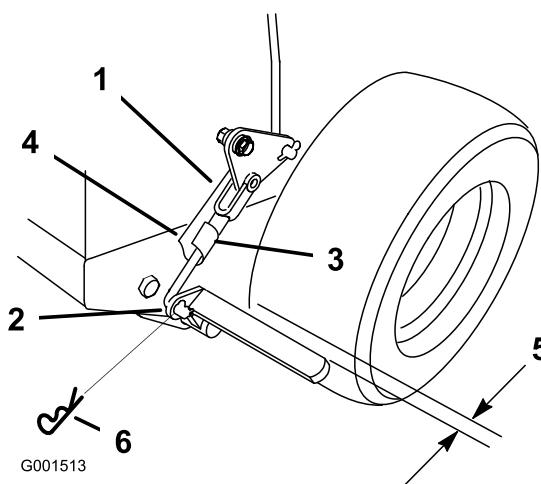

Bild 41
3. Entfernen Sie den Splint aus dem Bremsenunterlenker (Bild 41).
4. Drehen Sie den Bremsunterlenkerbügel im Uhrzeigersinn in den Bügel, um die Feststellbremse anzuziehen; drehen Sie den Bremsgestängebügel nach links aus dem Bügel heraus, um die Feststellbremse zu lösen (Bild 41).
5. Befestigen Sie den Unterlenker mit dem Splint und dem Lastösenbolzen am unteren Bremshebel (Bild 41).